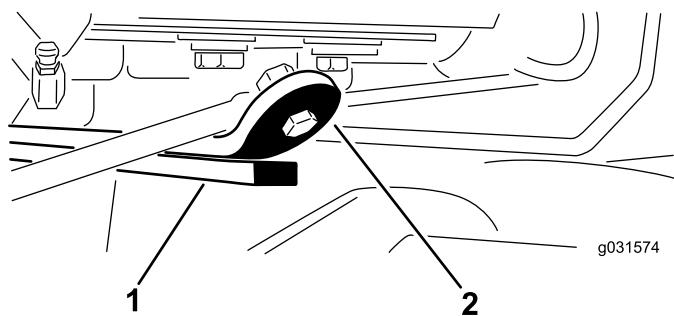

图 14
3. 启动发动机升起刀组确保后刀组耐磨棒顶部的耐磨带与缓冲带之间的间隙介于 0.512.54mm 之间如图 14 所示。